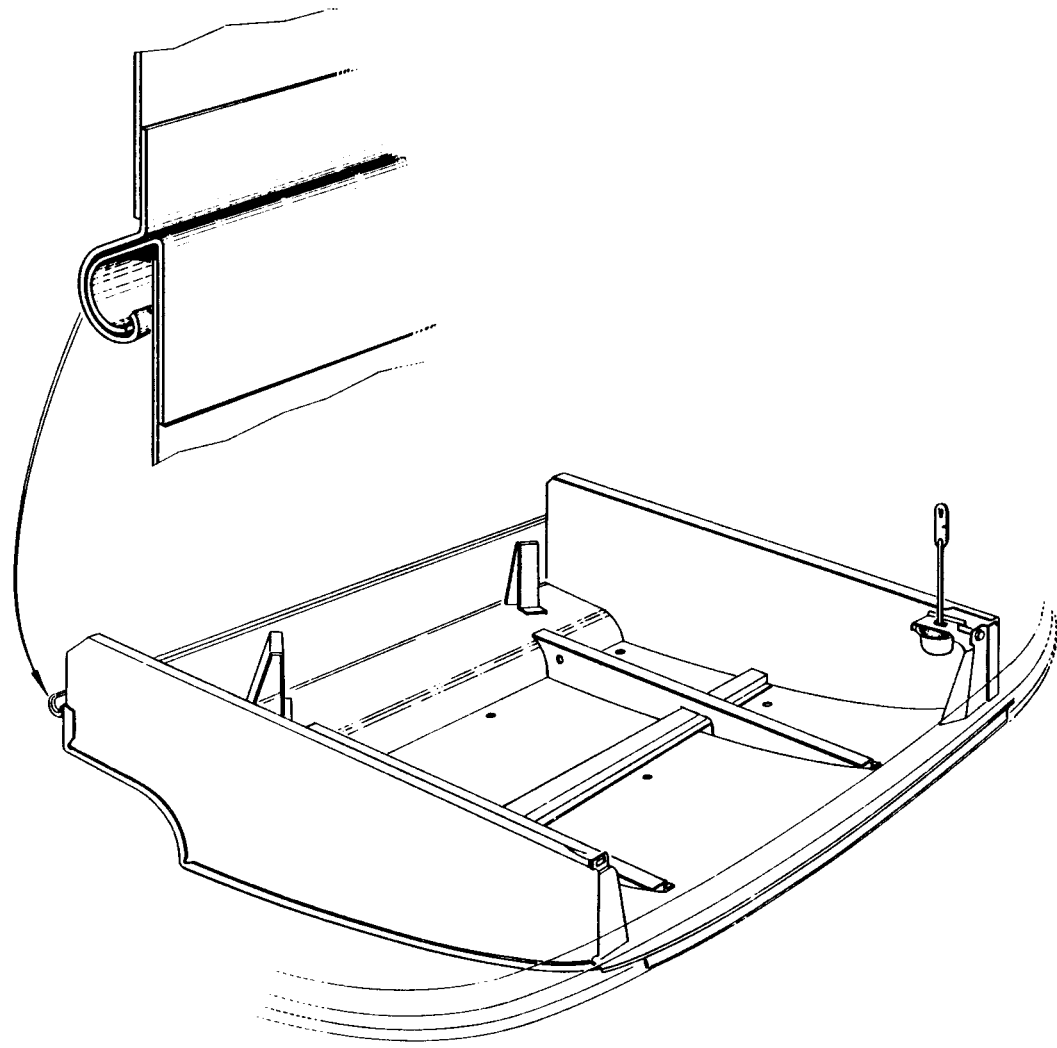

Fig. 30
8480 - DEPOSE et POSE d'un COFFRE de ROUE de SECOURS - (Fig. 30) Outillage
- 4) Présenter le coffre en position presque verticale, position permettant l'assemblage des deux parties de la charnière (Fig. 30), puis engager les deux tiges de retenue sur les axes des serrures. Poser les deux clips.